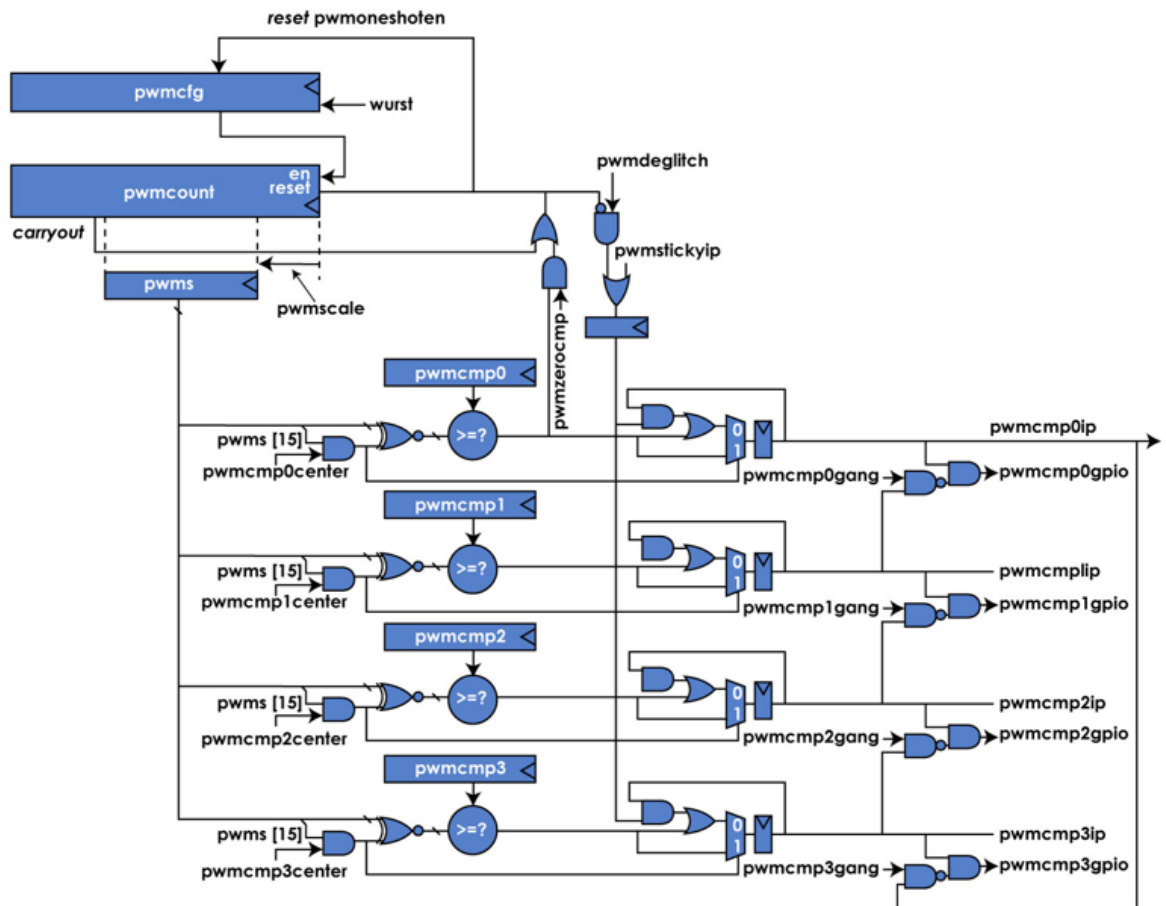

图3.2 PWM 结构图
PWM 逻辑结构如图 3.2 所示。
- 每个 PWM 支持 4 个可编程比较器（称为 pwmcmp0-pwmcmp3），每一个比较器可以产生对应的一路 PWM 输出（信号名为 pwmcmpgpio）和中断（信号名为 pwmcmpip），如图 3.2 所示。为了对 PWM 的原理进行统一地介绍，本教程将使用 pwmcmpwidth 作为参数表示 PWM 比较器的宽度。
PWMS 寄存器的值来自 PWMCOUNT 寄存器中取出的 pwmcmpwidth 位，如图 3.2 所示，PWMCFG 寄存器 pwmscale 域的值指定了 PWMCOUNT 寄存器中取出 pwmcmpwidth 位的低位起始位置。因此，PWMS 寄存器只是一个只读的影子寄存器，软件对其进行写操作将会被忽略。
- 图中列举了 PWM 的 PWMCMP 寄存器被配置不同值时输出的左对齐脉冲信号波形。该波形相对 PWMS 寄存器值进行比较的结果有一个周期的延迟错位，这是因为在图 3.2 中，PWM 的输出（pwmcmpip 的值）是将比较器输出的结果经过一级寄存器寄存后的结果。
如图 3.2 所示，由于 PWM 的输出信号来自 "PWM 的计数器比较值（PWMS 寄存器的值）" 与 "PWMCMP 寄存器设定的比较阈值" 进行比较的结果，因此假设软件再运行的过程中改变 PWMCMP 寄存器的值，那么就可能造成 PWM 的输出信号产生毛刺。为了防止此种情况下产生毛刺，软件可以配置 PWMCFG 寄存器的 pwmdeglitch 域为 1。假设 PWMCFG 寄存器的 pwmdeglitch 域被配置为 1，则：